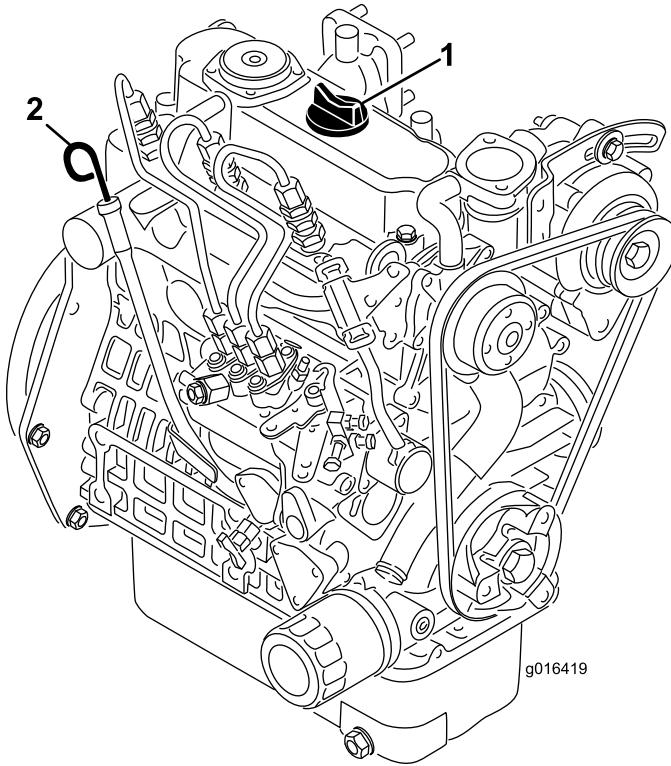

Bild 23
2. Nehmen Sie den Peilstab heraus und wischen Sie ihn mit einem sauberen Lappen ab (Bild 23). Stecken Sie den Peilstab in das Rohr und stellen Sie sicher, dass er vollständig eingeführt ist. Entfernen Sie den Peilstab und prüfen den Ölstand. Nehmen Sie bei einem niedrigen Ölstand den Fülldeckel von der Ventilabdeckung ab und gießen Sie **langsam** genug Öl in die Öffnung, bis der Ölstand die Vollmarke am Peilstab erreicht. Gießen Sie Öl langsam ein und prüfen Sie den Ölstand häufig während des Füllens. Füllen Sie nicht zu viel ein.